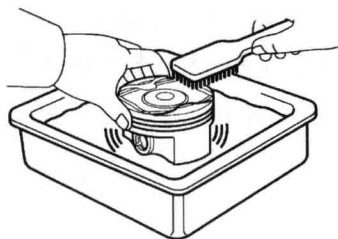

图 1-15 清洗活塞
3) 如图 1-15 所示, 使用溶剂和刷子, 彻底清洁活塞, 注意不可以使用钢丝刷清洁。